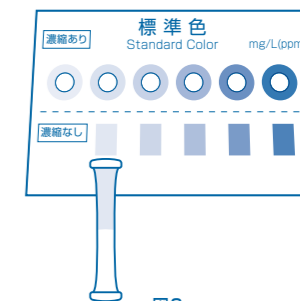

図6
⑥チューブを標準色の余白部にのせて、下段(濃縮なし)の色と比色します。(図6)